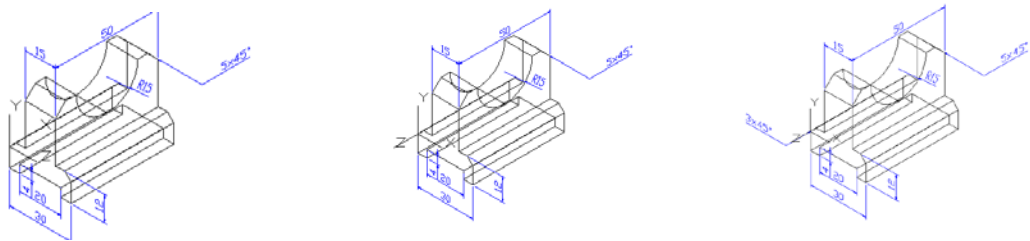

图 11.160 移动坐标系 图 11.161 旋转坐标系 图 11.162 引线标注
(11) 在【功能区】选项板中选择【视图】选项卡，在坐标选项组中单击【原点】按钮，将坐标系移动到如图 11.160 所示的位置。
(12) 在【视图】选项板中选择【坐标】选项卡，单击 Y 按钮，设置绕 Y 轴的旋转